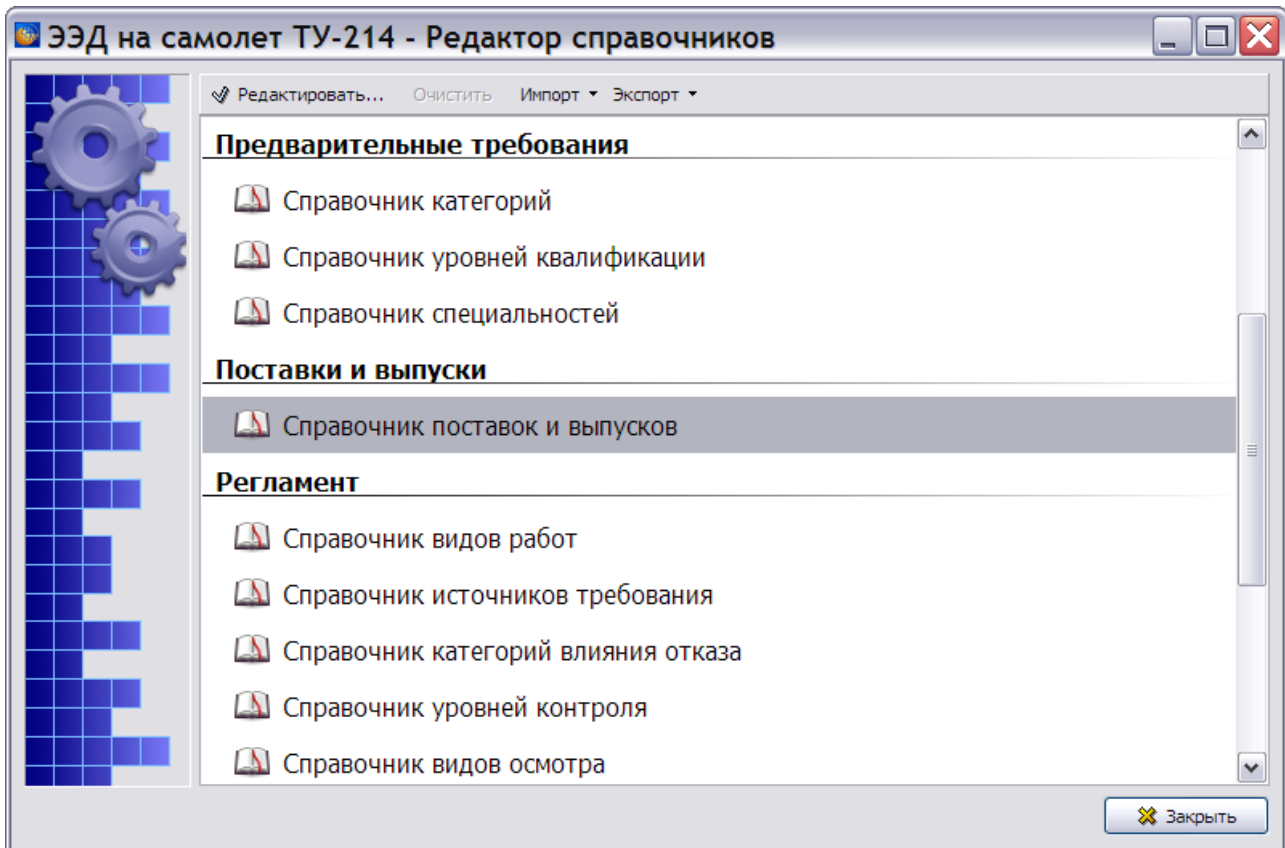

Рис. 23.6
2. Нажмите на кнопку **Редактор справочников**  на панели инструментов. При этом откроется диалоговое окно редактора справочников для выбранного проекта (Рис. 23.6).